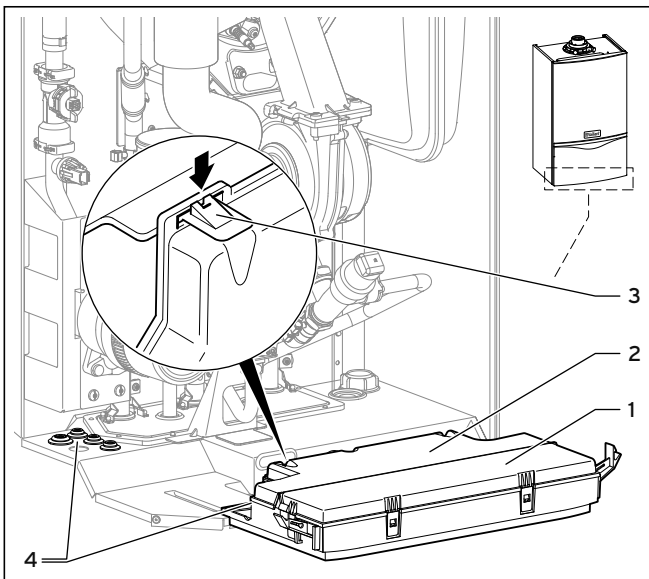

Fig. 8.1 Ouverture de la paroi arrière du boîtier électronique
- Faites passer les câbles des composants à raccorder dans les traversées de câbles (4) situées sous l'appareil du côté gauche (→ **fig. 8.1**).
- Faites passer le câble du composant à raccorder dans la traversée de câble (→ **fig. 8.1, rep. 4**) sous l'appareil, du côté gauche.